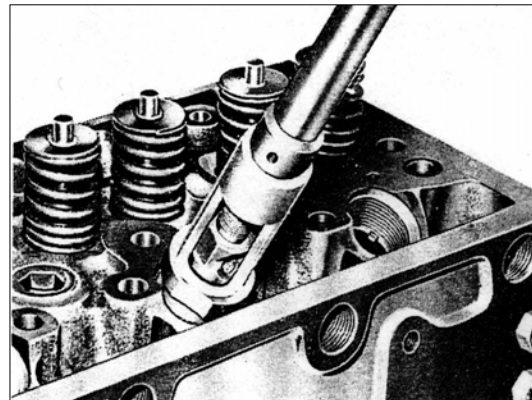

РИС. 73
6) Установите форсунки на головку блока цилиндров и затяните гайки крепления с усилием 7 кг·м (см. рис.73). Используйте новые медные уплотнительные шайбы для форсунок.